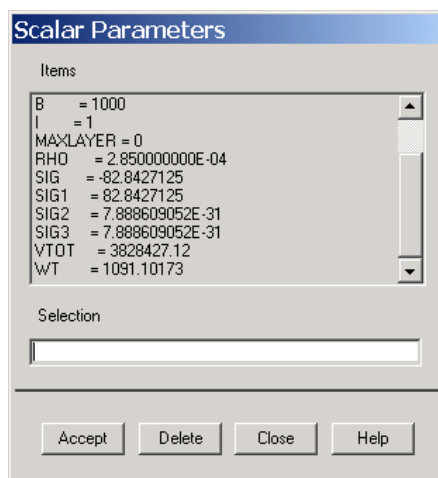

图12.33 读取单元轴向应力
(21) 按上一步的方法定义单元表 SIG2 和 SIG3 分别读取单元 2 和 3 的轴向应力。
(22) 单击【Utility Menu】|【Parameters】|【Scalar Parameters】菜单，在【Selection】文本框中输入【SIG1=ABS(SIG1)】，单击【Accept】按钮，再在【Selection】文本框中输入【SIG2=ABS(SIG2)】，单击【Accept】按钮，再在【Selection】文本框中输入【SIG3=ABS(SIG3)】，单击【Accept】按钮。完成轴向应力的读取，如图 12.33 所示。